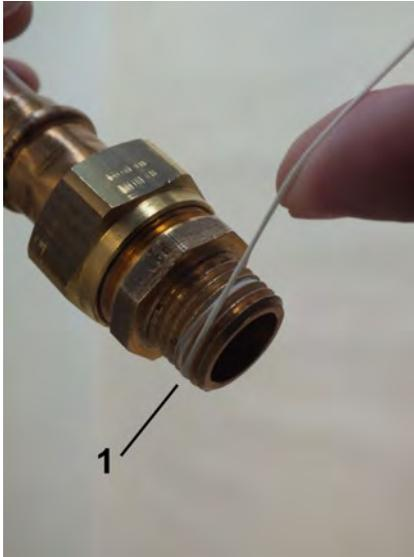

Abb. 9: Dichtfaden aufbringen
- ### 2. Dichtfaden (Abb. 9/1) in Gewin- derichtung auf das aufgeraute Gewinde aufbringen, dabei Mengenangaben des Dicht- mittel-Herstellers beachten